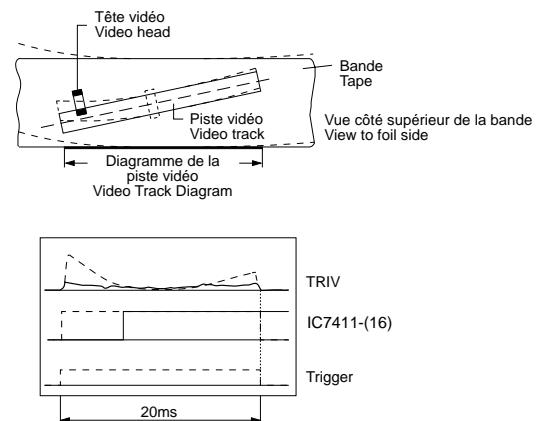

Fig. 24
- Réglage: En ajustant le guide-bande de chargement gauche et droit (Pos. 23 et Pos. 26) à l'aide du tournevis de réglage, régler le signal d'enveloppe FM vidéo  $\underline{U}/\overline{FMEP}$  de façon à le rendre aussi plat que possible avec la déviation minimale (Fig. 24).
- Adjustment: With the adjustment screw driver set the reverse roller of the left and right threading roller units (Pos. 23 and Pos. 26) to make the FM Envelope Picture  $\underline{U}/\overline{FMEP}$  as straight and flat as possible (Fig. 24).